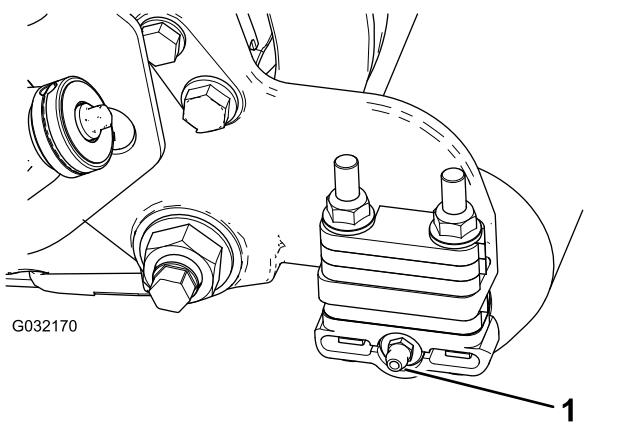

Рисунок 2
- Установите прямоугольную масленку так, чтобы она была направлена назад (Рисунок 2).